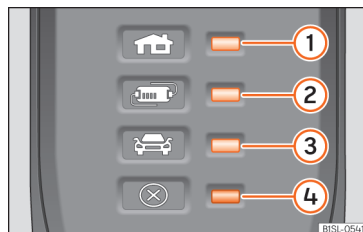

Fig. 66 No cabo de carregamento para tomadas de corrente: Luzes de controlo do dispositivo de proteção.
» » **Fig. 66:**
O dispositivo de proteção eletrónico » » » Fig. 66 faz com que o conector de carregamento permaneça sem corrente até se ligar na tomada de carregamento do veículo.
Uma ou várias luzes de controlo » » » Fig. 66 ①, ② ou ③ acendem a verde.
Indicação » » » Fig. 66	Significado
①, ④ piscam	O conector para a habitação aqueceu muito.
②, ④ piscam	O dispositivo de proteção foi aquecido muito.
Se o processo de carregamento continuar com uma corrente inferior, além do indicador de funcionamento, pisca a luz de advertência » » » Fig. 66 ④ a vermelho.
- Se voltar a ocorrer um desligamento ou redução da corrente de carregamento e a causa não parece ser a exposição a uma fonte de calor externa, observe que luz de controlo verde pisca » » » Fig. 66. Para a verificação do cabo de carregamento, dirija-se a um concessionário SEAT. Para a verificação da ligação da infraestrutura, dirija-se a um estabelecimento especializado em instalações elétricas.
Se a luz de advertência ④ vermelha piscar ou acender sem que se acenda por sua vez de forma permanente uma luz de controlo » » » Fig. 66 ①, ② ou ③ o indicador de funcionamento, há uma avaria.
Indicação »» Fig. 66	Significado